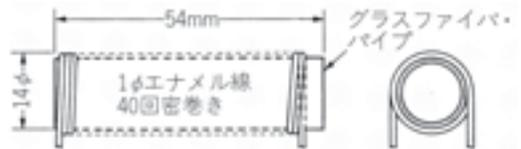

図4-3-4 コイル・ボビンの加工
④ コイル・ボビンの加工ですが、私は14mm径のパイプ（釣竿）に0.8mm径のエナメル線を45回密着巻きし、接着剤で仮固定しました（図4-3-4参照）。